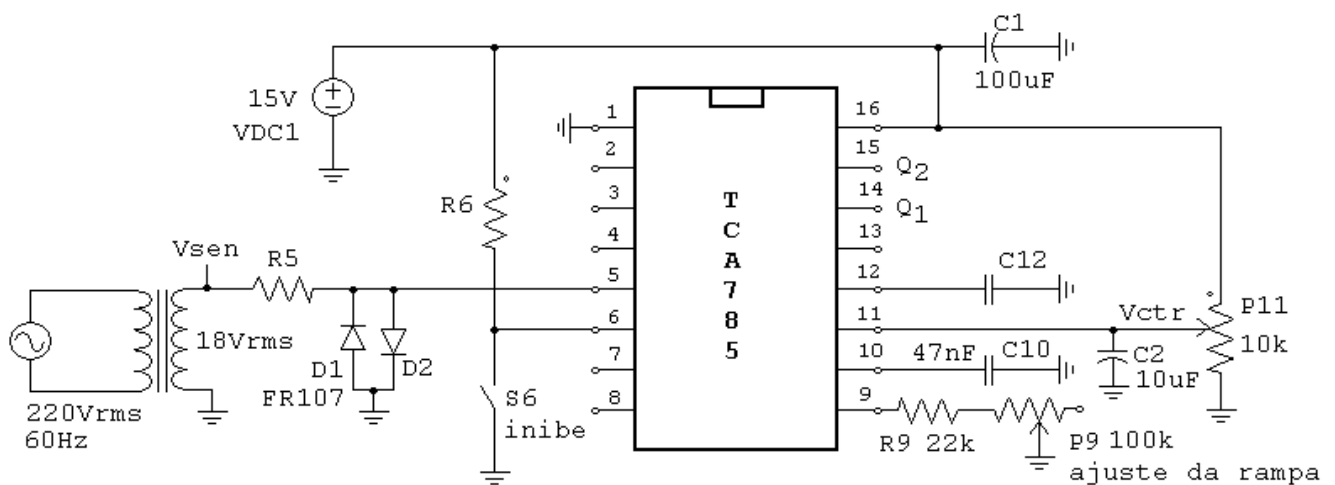

Figura 3 – Circuito básico para estudo do CI TCA785
3. Monte em *protoboard* o circuito básico do CI TCA785, conforme mostrado na Figura 3. Utilize os valores calculados anteriormente para  $R_5$ ,  $R_6$ ,  $C_{12}$ . Peça a um colega para conferir sua montagem.